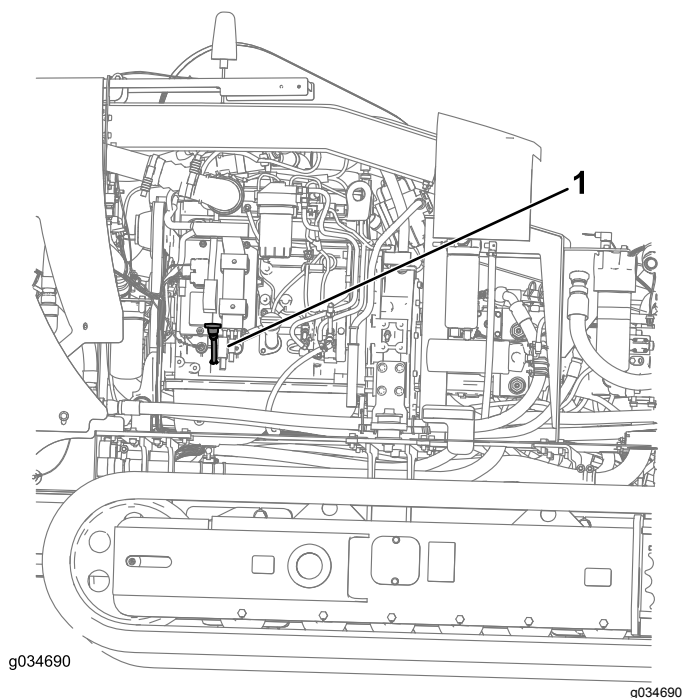

Figure 91
3. Retirez la jauge d'huile (Figure 91) et essuyez-la soigneusement.